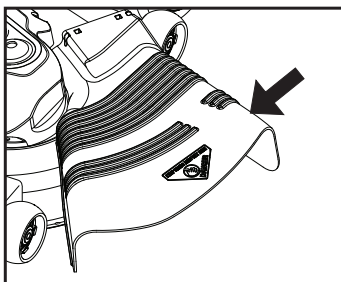

Fig. 12
**PRECAUCIÓN:** No opere la segadora sin, ya sea, el recogedor de césped completo en las segadoras así equipadas o con la protección contra la descarga en su lugar. (Vea Fig. 12)